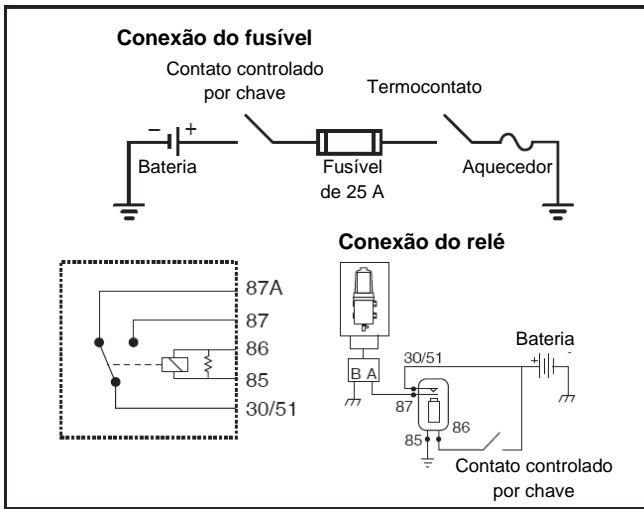

Figura 6 – Conexões do fusível e relé
Passo 4 - Conecte o condutor de energia à lateral acessória do contato de ignição. Recomenda-se a utilização de um fusível de 25 A não incluso no kit Fuel Pro. (Use um relé se o circuito de ignição do equipamento não suportar um mínimo de 20 A. Veja a Figura 6.)